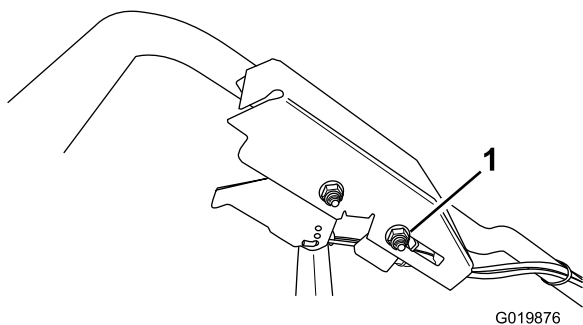

Figure 40
- Desserrez l'écrou du support de guidage du câble (Figure 40).